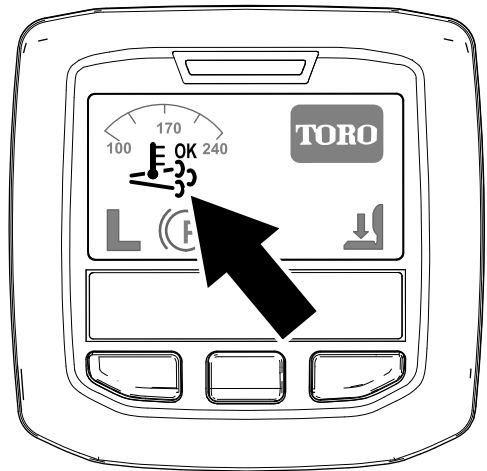

Figura 43
- Aparece el icono de regeneración de asistencia/restablecimiento en el InfoCenter (Figura 43).